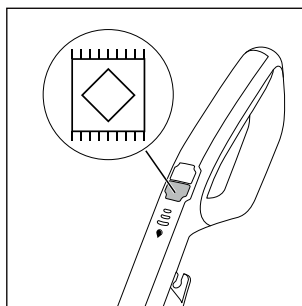

Fig. 17
- ◆ Per accendere l'apparecchio premere l'interruttore Moquette  **13** (vedere fig. 17). Il LED dell'interruttore Moquette  **13** si accende con luce blu.
- ◆ Per spegnere l'apparecchio premere nuovamente l'interruttore Moquette  **13** (vedere fig. 17).